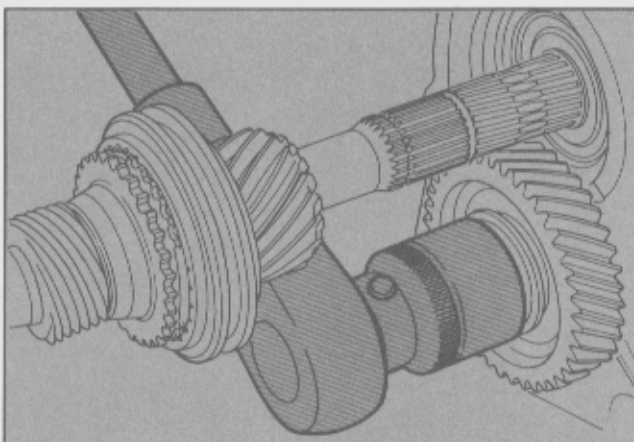

Fig. 18 - Extracción de la tuerca de fijación del engranaje de 5ta. velocidad.
- Retirar la tuerca que asegura el engranaje de 5ta. velocidad al quintuple (Fig. 18), y las arandelas.